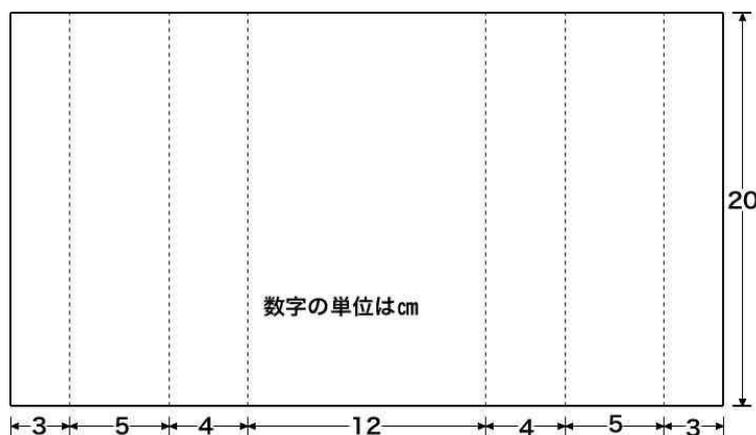

図2【展開図】
(2) 斜面について
- ① 図2の展開図を基に、図3のとおり「幅×長さ：12 cm×20 cm」の大きさの斜面を作製する。